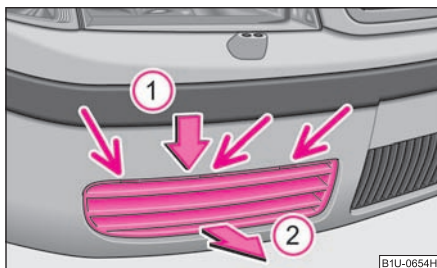

Fig. 167 Paragolpes delantero:
La argolla de remolque delantera está soldada a la derecha, detrás del paragolpes ⇒ fig. 167. El cable de remolque o la barra de remolque deberán acoplarse únicamente a esta argolla. La rejilla está sujeta por salientes de plástico en los puntos marcados por flechas. Retirar la rejilla del modo siguiente:
- Coger la rejilla por las nervaduras en la parte superior. Presionarlo en sentido de la flecha ① y sacarla en sentido de la flecha ② ⇒ fig. 167.